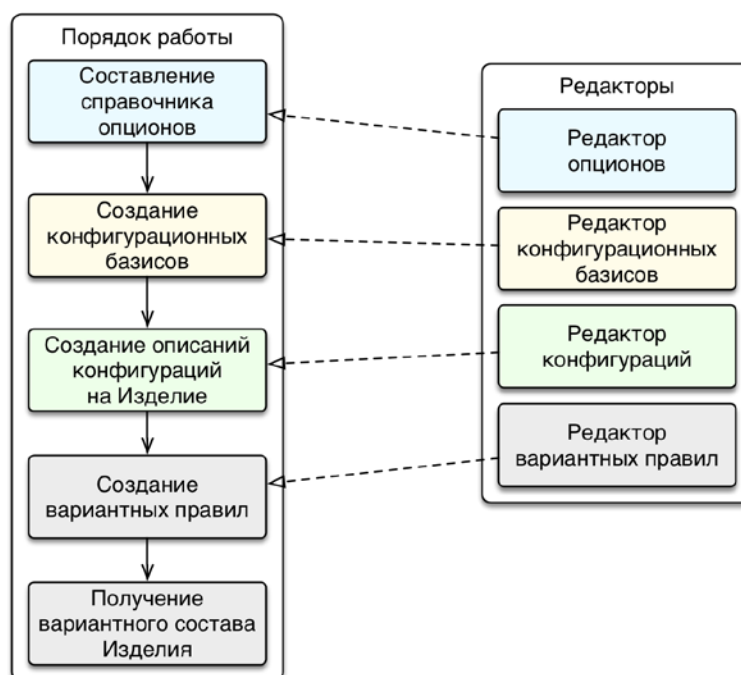

Рис. 10-128 – Порядок работы при создании конфигурации Изделия
- 6) Если файл с таким именем уже существует, выводится предупреждающее сообщение (рис. 10-128). Нажать «Да» для перезаписи файла или «Нет», чтобы задать новое имя файла.